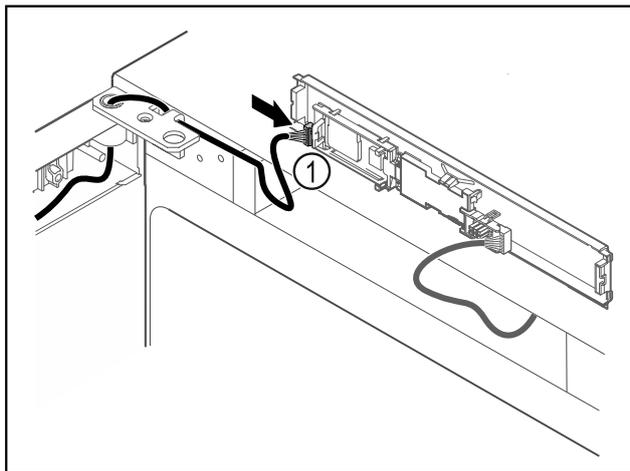

Fig. 60
- ▶ Встановити штекер Fig. 60 (1) на плиті.